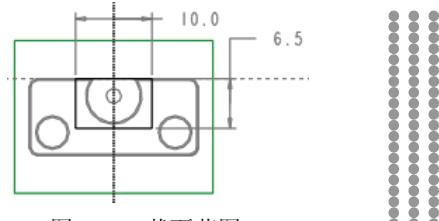

图 14.9 截面草图
(3) 进入草绘环境后，选取 **MAIN_PARTING_PLN** 基准平面和 **MOLD_FRONT** 基准平面为草绘参考，截面草图如图 14.9 所示。完成特征截面的绘制后，单击“草绘”操控板中的“确定”按钮 。